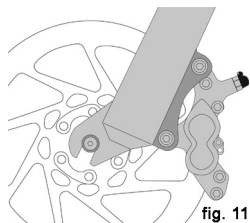
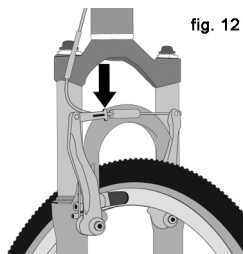

fig. 11
fig. 12
(1) Dacă bicicleta dumneavoastră are frâne pe saboți, eliberați mecanismul de eliberare rapidă al frânei pentru a mări spațiul dintre cauciuc și plăcuțele de frână (Vedeți Secțiunea 4.C fig. 11 până la 15).
(2) Dacă bicicleta dumneavoastră are frâne pe jantă, eliberați mecanismul de eliberare rapidă pentru a mări spațiul dintre janta roții și suporturile frânei (vedeți Secțiunea 4.C, fig. 11 până la 15).
(3) La un sistem de schimbarea vitezelor, trageți corpul schimbătorului înapoi cu mâna dreaptă.
3. Unele frâne de biciclete, precum frânele pe disc (fig. 11) și frânele cu tragere liniară (fig. 12), sunt extrem de puternice. Aveți grijă în procesul de familiarizare cu aceste frâne și exersați cu atenție acționarea acestora.
Majoritatea frânelor pe sabot au un tip de mecanism de eliberare rapidă ce permite sabotilor să elibereze cauciucul când o roată este demontată sau montată. Când mecanismul de eliberare rapidă al frânei este în poziția de DESCHIS, frânele sunt inoperabile. Consultați dealerul pentru a fi siguri că înțelegeți modul în care mecanismul de eliberare rapidă al frânei la bicicleta dumneavoastră (vedeți fig. 12, 13, 14 & 15) și verificați de fiecare dată pentru a vă asigura că ambele frâne funcționează corect înainte de a vă urca pe bicicletă.